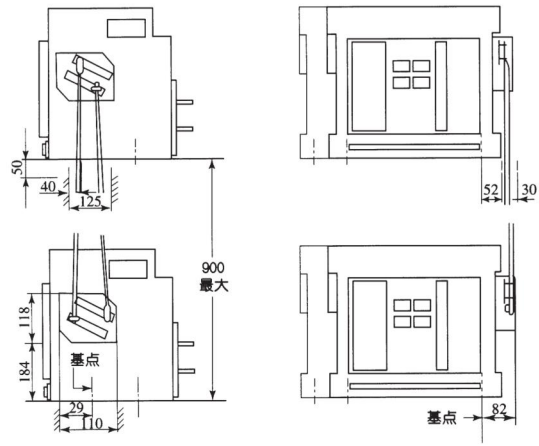

图19
6.2.1 联锁机构安装在断路器的右侧板上，垂直方向放置的断路器用连杆实现联锁见图19，水平方向放置的断路器用